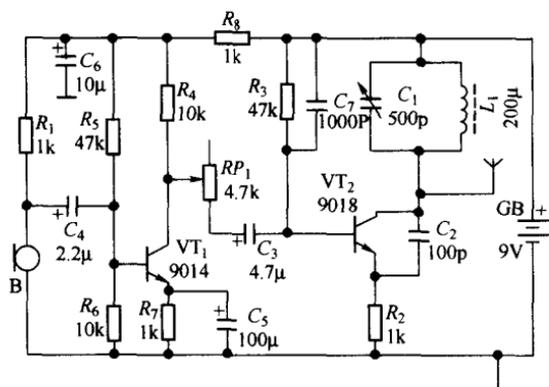

图 1-2 调幅音频发射电路
单元电原理图是电子产品整机电原理图中的一部分，并不单独成一张图。在一些书刊中，为了给分析某一单元电路的工作原理带来方便，将单元电路单独画成一张图纸。下面我们通过图 1-2 所示调幅音频发射电路图的例子，作进一步的说明。调幅音频发射电路其发射频率可在 $500 \sim 1600\text{kHz}$ 之间调整， C_1 、 C_2 、 L_1 、 VT_2 组成调幅振荡器电路，振荡频率可以通过调整 C_1 的电容量来调整。音频信号经过 VT_1 及其外围元件组成的放大电路放大后，再经过 RP_1 、 C_3 耦合到 VT_2 基极，与 VT_2 振荡器产生的载波叠加在一起后通过发射天线将音频信号发射出去。发射天线可以用一根 1m 左右的金属导线代替，元器件参数见图 1-2。
(1) 图形符号 图形符号是构成电路图的主体。在图 1-2 所示图中，各种图形符号代表了组成调幅音频发射电路的各个元器件。例如，小长方形“ $\text{—}\square\text{—}$ ”表示电阻器，两道短杠“ $\text{—}| \text{—}|$ ”表示电容器，连续的半圆形“ \sim ”表示电感器等。各个元器件图形符号之间用连线连接起来，就可以反映出调幅音频发射电路的结构，
(2) 文字符号 文字符号是构成电路图的重要组成部分。为了进一步强调图形符号的性质，同时也为了分析、理解和阐述电路图的方便，在各个元器件的图形符号旁，标注有该元器件的文字符号。例如在图 1-2 所示图中，文字符号“ R ”表示电阻器，“ C ”表示电容器，“ L ”表示电感器，“ VT ”表示晶体管等。在一张电路图中，相同的元器件往往会有许多个，这也需要用文字符号将它们加以区别，一般是在该元器件文字符号的后面加上序号。例如在图 1-2 中，电阻器分别以“ R_1 ”、“ R_2 ”等表示，电容器分别标注为“ C_1 ”、“ C_2 ”、“ C_3 ”等，晶体管有两个，分别标注为“ VT_1 ”、“ VT_2 ”。
(3) 注释性字符 注释性字符用来说明元器件的数值大小或者具体型号，通常标注在图形和文字符号旁，它也是构成电路图的重要组成部分。例如图 1-2 所示图中，通过注释性字符即可以知道：电阻器 R_1 的阻值为 $1k\Omega$ ， R_2 的阻值为 $1k\Omega$ ；电容器 C_1 的电容量为 $500pF$ ， C_2 的电容量为 $100pF$ ， C_3 的电容量为 $4.7\mu F$ ；晶体管 VT_1 、 VT_2 的型号分别为 9014、9018 等。注释性字符还用于电路图中其他需要说明的场合。由此可见，注释性字符是分析电路工作原理，特别是定量地分析、研究电路工作状态所不可缺少的。